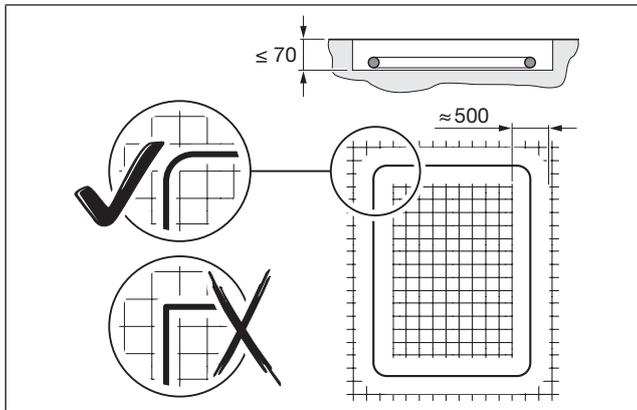

Abb. 1
- Achten Sie beim Verlegen der Induktionsschleife darauf, dass die Ecken abgerundet sind (Abb. 1).